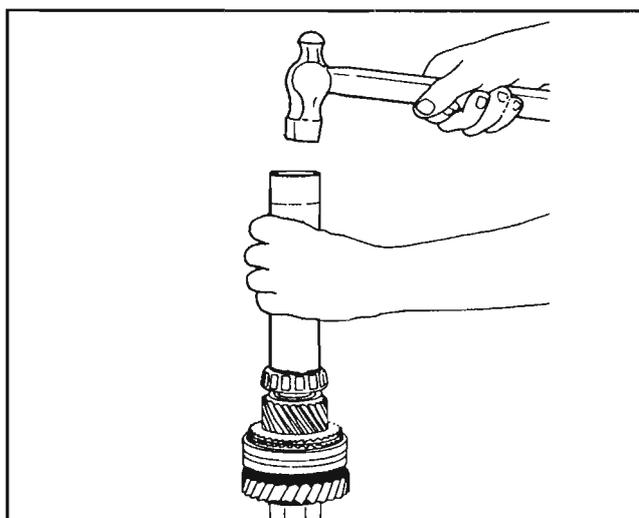

Fig. 60
Instale el separador (40). Apriete la parte inferior del cojinete de rodillos cónicos (11a) con la ayuda del mandril N° 2654 5890 26 05 de tal manera que el cono indique hacia arriba. Asegúrese que la parte inferior del cojinete está bien sentada en el separador. Fig. 60